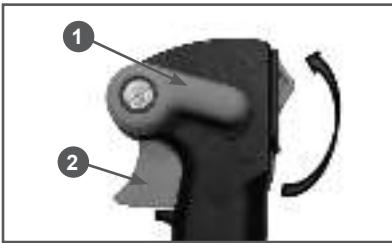

Рис. 9 Фиксатор курка газа и курок газа
- Поверните фиксатор курка газа (Рис. 9 п. 1) против часовой стрелки так, чтобы курок газа (Рис. 9 п. 2) остался в наполовину нажатом состоянии.